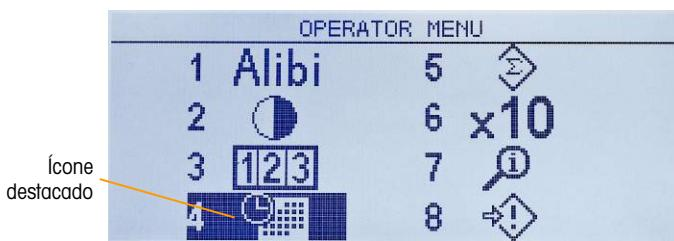
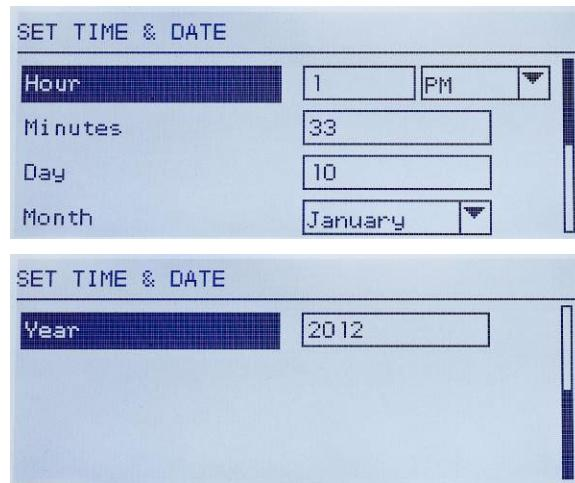
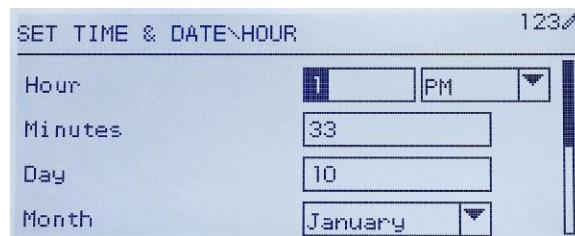

Figura 2-3: Exibição do menu do Operador
Figura 2-4: Ajustar hora e data
Figura 2-5: Ajuste de hora e data, campo de hora destacado
Para acessar o menu do operador, pressione a tecla MENU . O display mudará da exibição do peso normal para uma tela de ícones (Figura 2-3). Os ícones incluídos dependem da configuração do terminal – para detalhes, consulte Tabela 2-5.
- Quando o foco estiver na coluna à esquerda, como na Figura 2-3 e no Figura 2-4, pressionar a tecla de seta para ESQUERDA sairá do menu CONFIGURAÇÃO e exibirá o menu OPERADOR.
Por exemplo, a partir da tela mostrada em Figura 2-3, pressionar ENTER ou 4 exibe a tela de configuração **Hora e Data**.
Na Figura 2-4, uma etiqueta de campo (**Hora**) está destacada. Na Figura 2-5, o campo de entrada numérico para o valor de Hora está selecionado. Use o teclado numérico para modificar o valor. Quando o número correto for exibido, pressione ENTER para confirmar a seleção e vá para o próximo campo de etiqueta (**Minutos**).
Quando todos os valores de data e hora estiverem definidos corretamente, pressione a tecla de seta ESQUERDA para retornar ao menu do Operador (Figura 2-3).